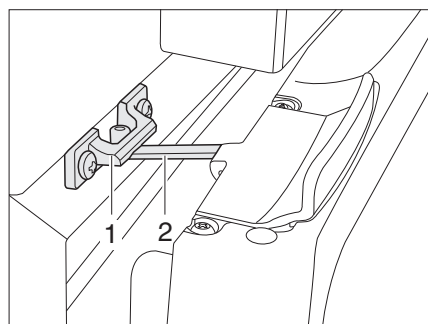

Bild 143 Kühlschranktür in Lüftungsstellung (Thetford)
■ Verriegelung (Bild 143,2) aufklappen und in der Verriegelungsaufnahme (Bild 143,1) einrasten. Die Kühlschranktür bleibt damit leicht geöffnet.